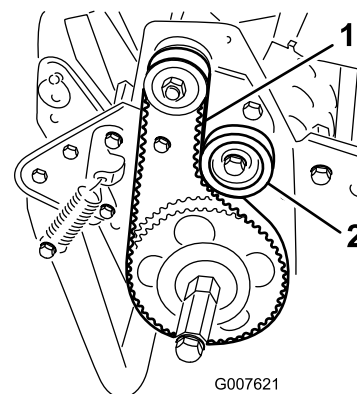

Figure 44
2. Contrôlez la tension en exerçant une force de 18 à 22 N sur le brin à mi-distance entre les poulies (Figure 44).
- A. Desserrez l'écrou de fixation de la poulie de tension et faites pivoter la poulie dans le sens horaire contre l'arrière de la courroie jusqu'à ce que vous obteniez la tension voulue (Figure 44).